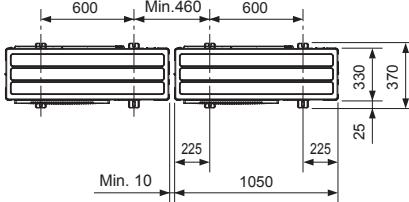

Fig. 3-1
- Ünitenin çalışması sırasında gürültü yapmaması için ünitesi mutlaka sağlam ve düz bir yüzeye monte edin. (Fig. 3-1)